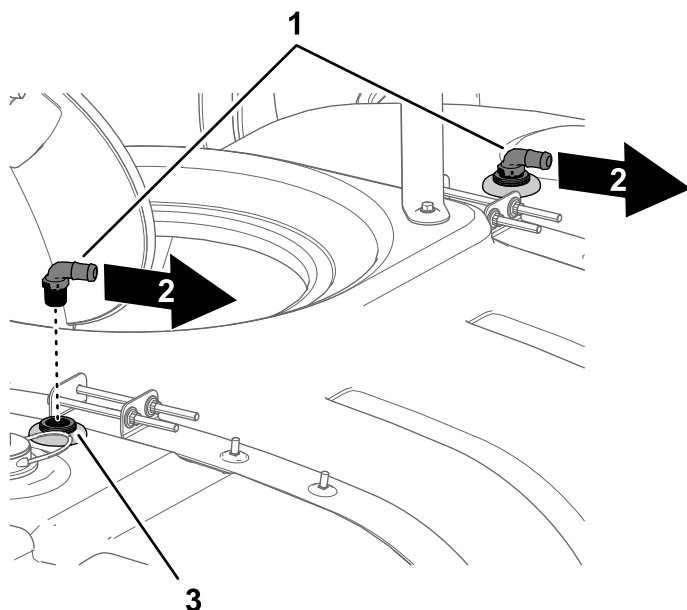

Рисунок 23
5. Установите прямоугольные штуцеры в переходные штуцеры промывочных сопл в сборе (Рисунок 23).
6. Совместите прямоугольные штуцеры типа «елочка» с правой стороной машины (Рисунок 23).